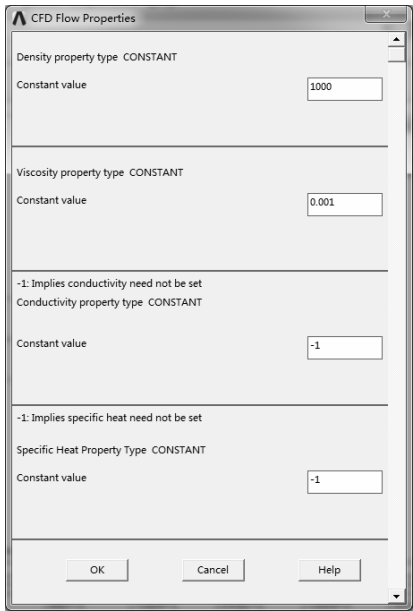

图 10-33 “CFD Flow Properties”对话框
2) 系统弹出“CFD Flow Properties”对话框，在“Density property type”后面文本框中输入 1000，在“Viscostiy property type”文本框中输入 0.001，如图 10-33 所示。单击“OK”按钮完成。